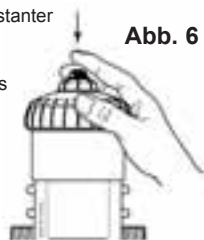

Abb. 6
- Auf den oben am Deckel befindlichen Entlüftungsknopf drücken (**Abb. 6**).